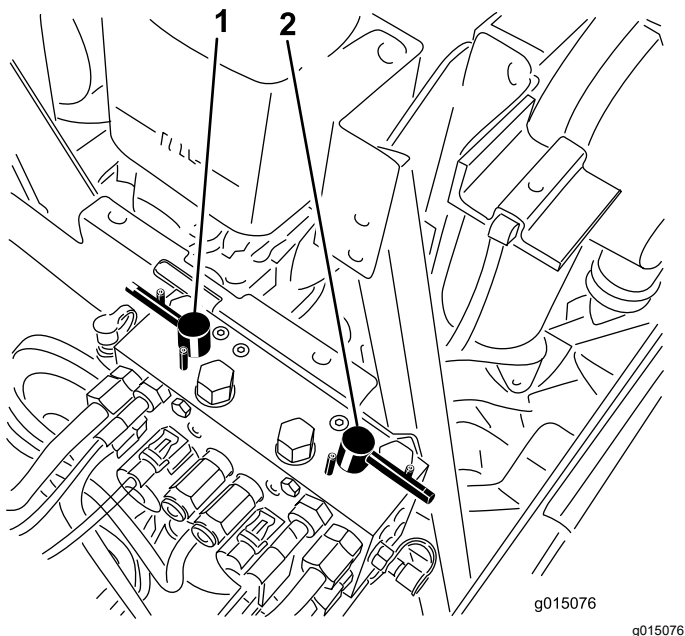

図 80
4. バックラップレバーで、前のカッティングユニット又は後ろのカッティングユニット、あるいは両方を選択する 図 80。